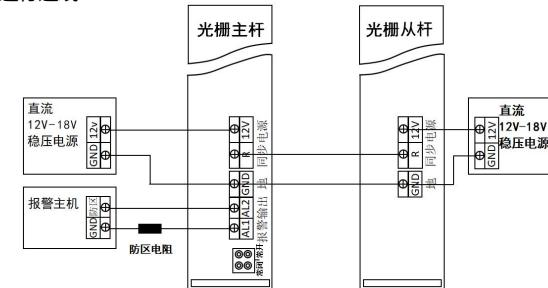
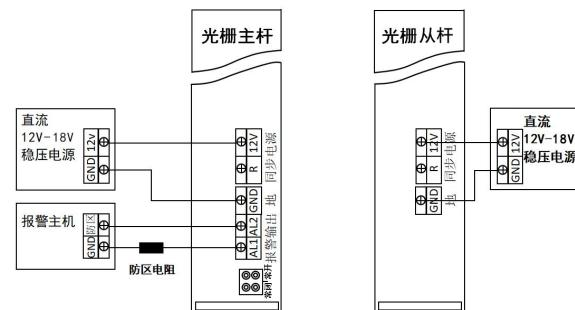
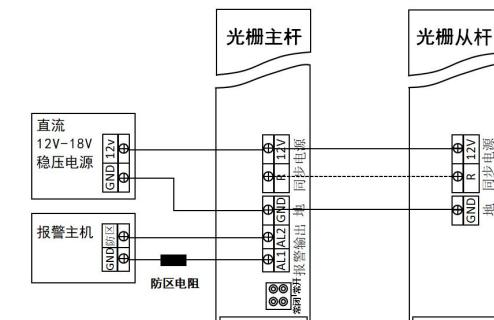

图4.主杆分别由当地电源供电时带同步线工作方式的接线
图5.主从杆分别由当地电源供电时，免同步先工作方式的接线图
图6.主/从杆采用同一电源供电时，免同步线工作方式的接线
1.1. 线路板的接线根据是否连接同步线，单电源还是双电源供电方式，共有图4、图5、图6三种不同的情况，对应按如下3张图中适合的那张图进行连线：